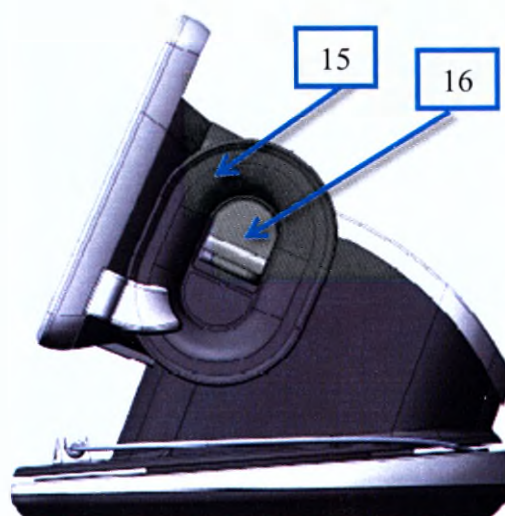
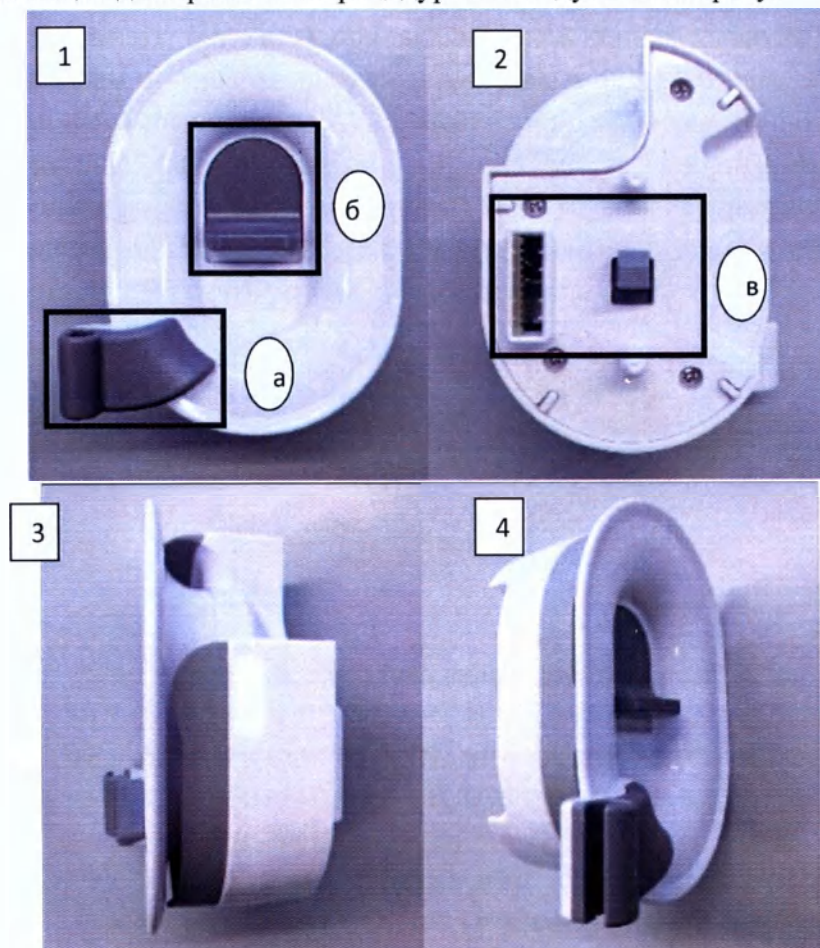

Рисунок 7. Аппарат лазерный хирургический Alta по ТУ 32.50.50–060-18003536-2019, в исполнении Alta-Soyuz-Blue. Вид справа
Рисунок 8. Процедурный модуль
Процедурный модуль (рис. 7 (15), рис.8) предназначен для размещения волоконного инструмента и жестко закрепляется на корпусе Аппарата.